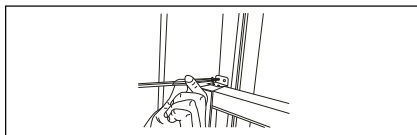

Fig. 16
6. Pentru a fixa canatul inferior, prindeți un dispozitiv de blocare a canatului cu un șurub de 1/2" (12,7 mm) exact ca în imagine (Fig. 16).